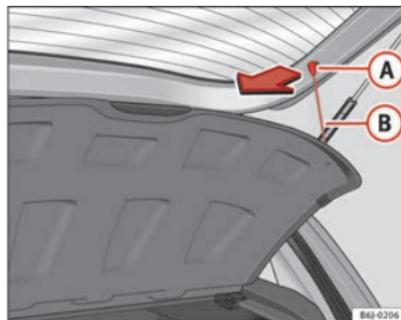

Fig. 96 Bandeja portaobjetos
- Desenganche los tirantes ⇒ fig. 96 **(A)** de los alojamientos **(A)**.